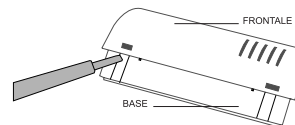

Fig.5
1. Inserire un piccolo cacciavite a taglio tra la base e la parte frontale del dispositivo, nelle apposite guide presenti nella base e fare leva per sbloccare i due dentini plastici. Applicare una leggera torsione con il cacciavite tra il dentino ed il foro, ma non premere direttamente sul dentino per non romperlo (Fig. 5).